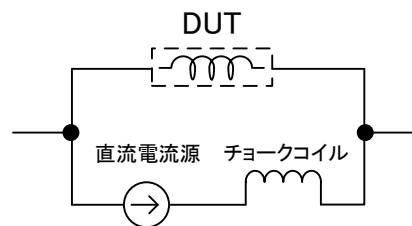

図 19. DC バイアス印加回路と DUT の合成インピーダンス
(2) チョークコイルについて
- 測定しているのは図 19 に示す合成インピーダンスです。チョークコイル+直流電流源のインピーダンスの影響を受けにくくするために、チョークコイルのインピーダンス値は DUT のインピーダンス値よりも十分に大きくしてください。